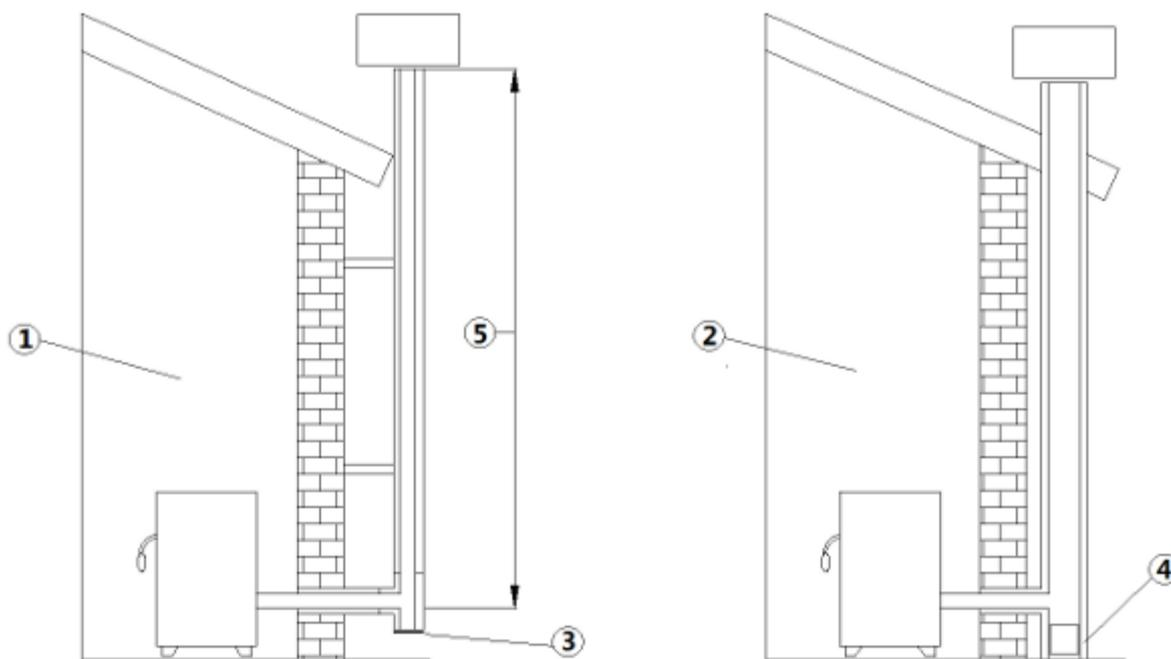

Fig 1 - Canne fumarie
### LEGENDA Fig 1
- La canna fumaria deve essere singola (vedi **Fig 1 a pag. 5**) con tubi inox isolati (1) o su canna fumaria esistente (2).
- Entrambi le soluzioni devono avere un tappo d'ispezione (3) e/o portina d'ispezione (4).